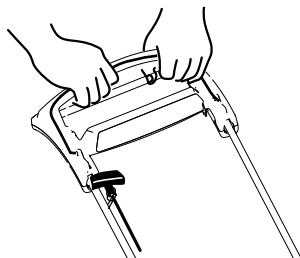

Figura 18
3. Tenete la barra di comando della lama contro la stegola (Figura 18).